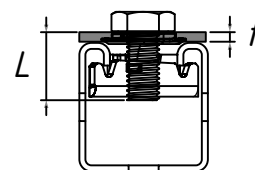

рис.1
1. Монтажные гайки MT-TL M10 (OC)* закручивать с использованием болта MT-TLB (OC), MT-TLB 30 (OC), соблюдая условия, показанные на рис. 1, с моментом затяжки равным 30 (40) Нм.